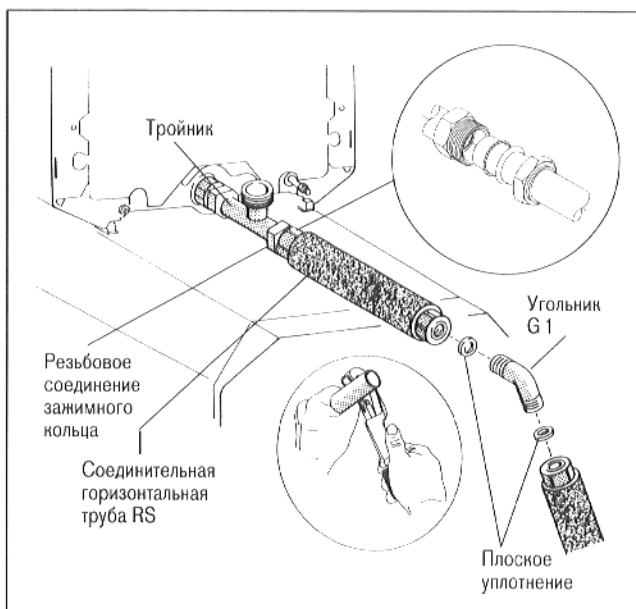

Рис. 6
- Отрезать, при необходимости, горизонтальную соединительную трубу для возвратной линии бойлера RS, на указанный в таблице размер (рис. 6).
- Надеть на (отрезанную) горизонтальную соединительную трубу RS накидную гайку, зажимное кольцо и о-образное кольцо 26 x 3 и вставить соединительную трубу в нижнюю часть резьбового соединения. Привинтить накидную гайку прочно к нижней части резьбового соединения (рис. 6).
- Вложить плоское уплотнение в накидную гайку только что смонтированной соединительной трубы и привинтить угольник G 1 к соединительной трубе (рис. 6).
- Вложить плоское уплотнение в накидную гайку длинного ответвления соединительной трубы RS и привинтить к угольнику (рис. 6).